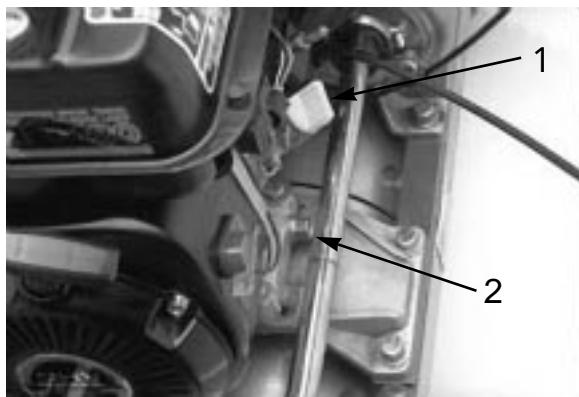

図28
2. ゲージ周囲をきれいに拭く(図28)。
2. ドレン・プラグの下に廃油受けを置く(図28)。